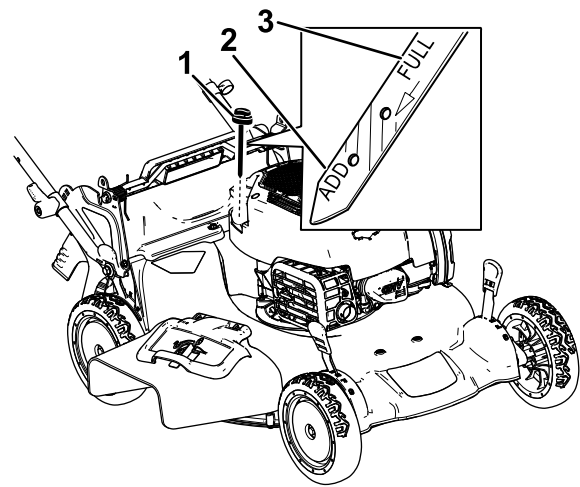

Bild 12
5. Lesen Sie den Ölstand am Peilstab ab. (Bild 12)
- Wenn der Ölstand am Peilstab zu niedrig ist (Bild 12), füllen Sie langsam etwas waschaktives Öl (SAE 30 oder SAE 10W-30) in den Öleinfüllstutzen, warten Sie drei Minuten und wiederholen Sie dann die Schritte 3 bis 5, bis der Ölstand am Peilstab richtig ist. Informationen zur Ölsorte finden Sie unter Wechseln des Motoröls \(Seite 23\).
- Wenn der Ölstand am Peilstab zu hoch ist (Bild 12), lassen Sie Öl ab, bis der Ölstand am Peilstab richtig ist, siehe Wechseln des Motoröls \(Seite 23\).